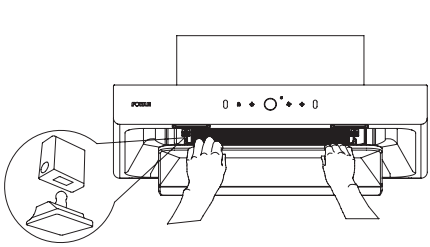
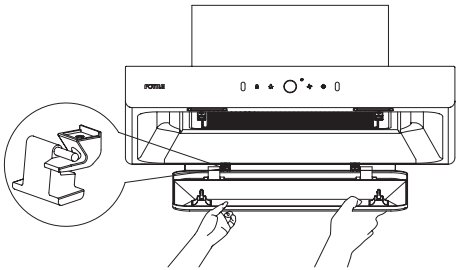

Fig.1
Fig.2
- 1. 首先，用雙手抓住蝶翼板前沿，向下翻轉，使蝶翼板卡扣脫離（見 Fig.1），然后向下翻轉一定角度，最后雙手平端着蝶翼板向外取出（見 Fig.2）；
- 1. 首先，取下蝶翼板（見Fig.1和Fig.2）；